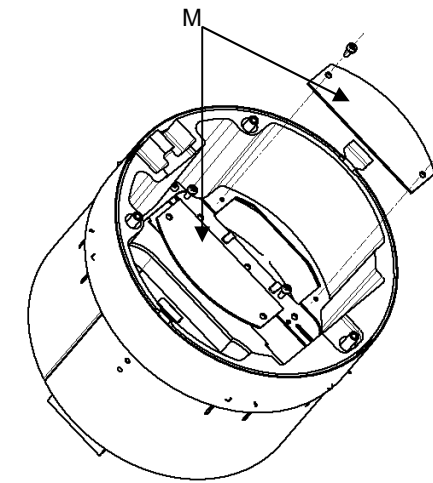

Fig. 6
9. Deux plaques pleines de couverture (M) sont livrées avec l'accessoire. Installer les deux plaques pleines (M) dans l'accessoire de service, consulter la Fig. 6. Serrer les vis à un couple de 0,7-1,1 N•m (6-10 lb•po). **Les deux plaques pleines (M) doivent être installées pour maintenir la classification UL.**